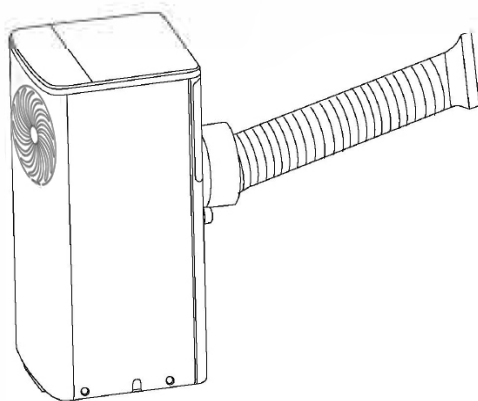

Fig. 1
1. Um das Loch in das Glas zu bohren, ist es ratsam, das Zubehör für das Verglasungsfenster zu verwenden (Fig. 1).
1. Um das Loch in das Glas zu bohren, empfiehlt es sich auch, das Bullaugen-Zubehör zum Glaser zu bringen (Fig. 1).
(Fig. 1)